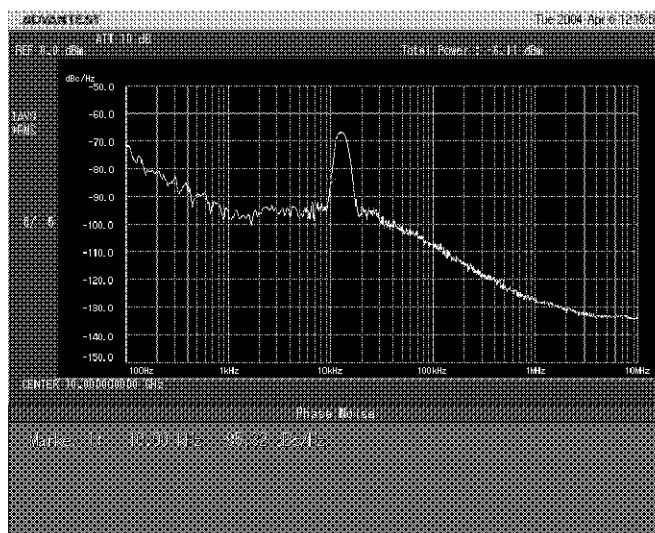

図 2-8 低分解能モード
2. 図 2-8 に、10 kHz オフセットの位相ノイズが、スプリアスにより正しく測定できていない例を示します。